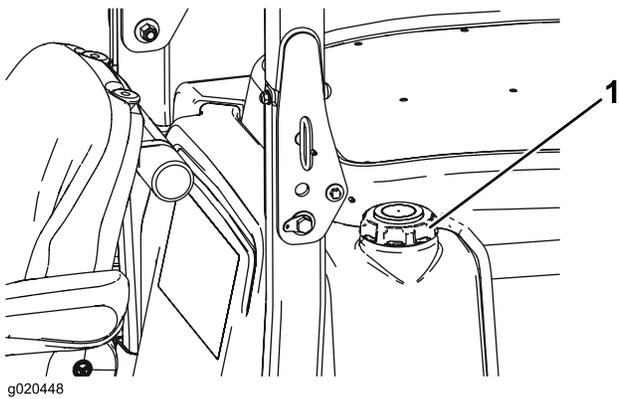

Рисунок 13
3. Снимите крышку топливного бака (Рисунок 13).